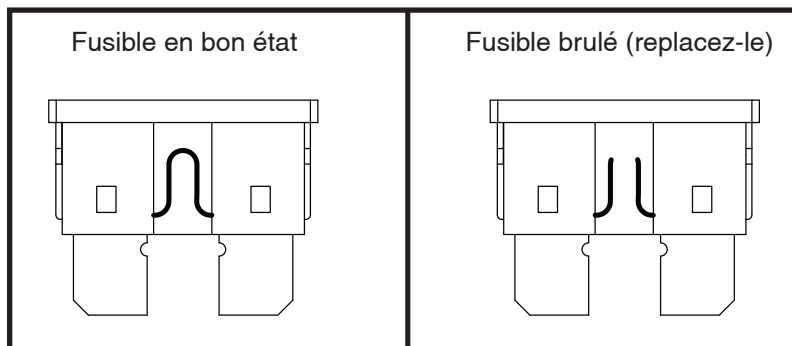

Figure 38. Le remplacement des fusibles
2. Examinez-le pour vérifier s’il est brûlé. **Voir la figure 38.**